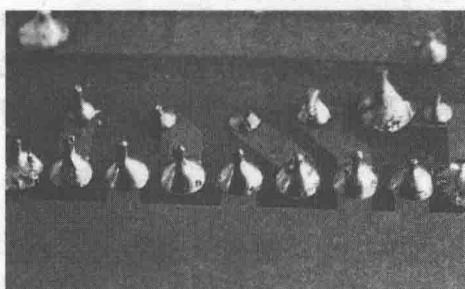

图 1.18 合格焊点的外观
(3) 关于锡点的评定。
① 合格锡点的评定(见图 1.18)。